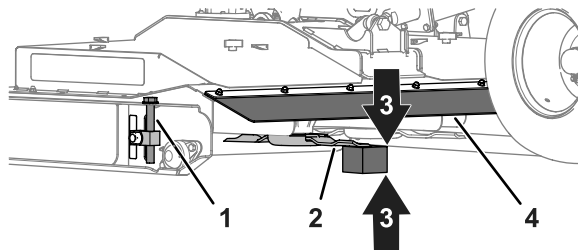

Рисунок 80
- Находясь в задней части деки газонокосилки, поднимите заднюю заслонку и вставьте деревянный брусочек толщиной 51 мм между задним концом среднего ножа газонокосилки и землей (Рисунок 80).